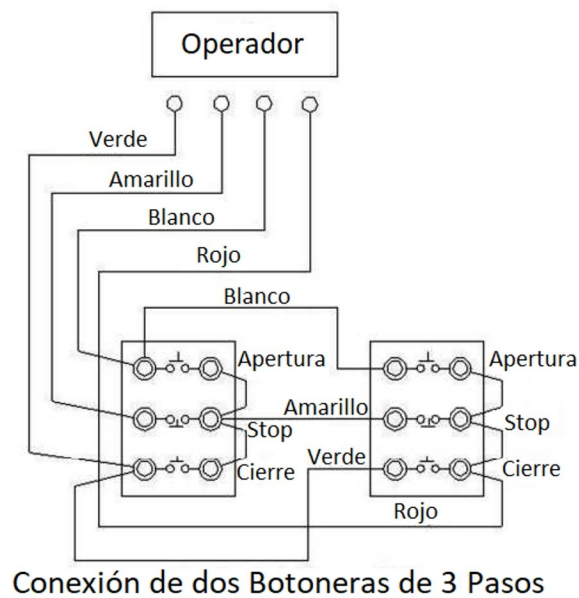

Fig. 7
**Nota:** Verifique que la Conexión de la Segunda Botonera quede como en el Diagrama Eléctrico Mostrado. Ver (Fig. 7).